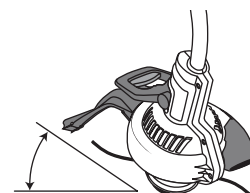

Fig. 10
4. Mientras sostiene el bastidor del eje superior con firmeza, tire del accesorio de corte o accesorio en línea recta fuera del acoplador (Fig. 10).
El recorte decorativo se realiza eliminando toda la vegetación de alrededor de los árboles, postes, cercos, etc. Gire toda la unidad a modo de que el accesorio de corte se ubique a un ángulo de 30° con el suelo (Fig. 10).